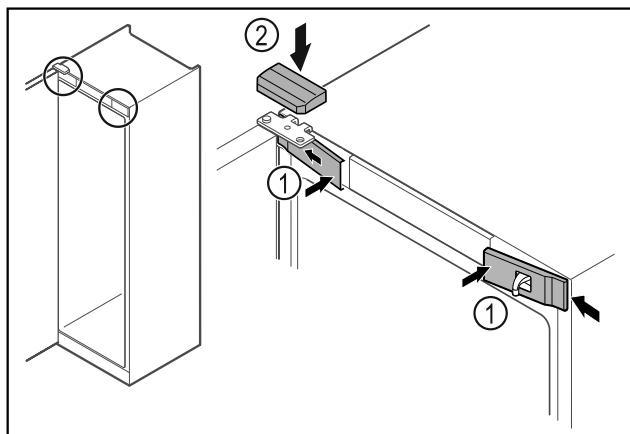

Fig. 47
- Zaháknite predné kryty Fig. 47 (1) naboku a zaistite ich.
- Zaistite horný kryt Fig. 47 (2) zhora.